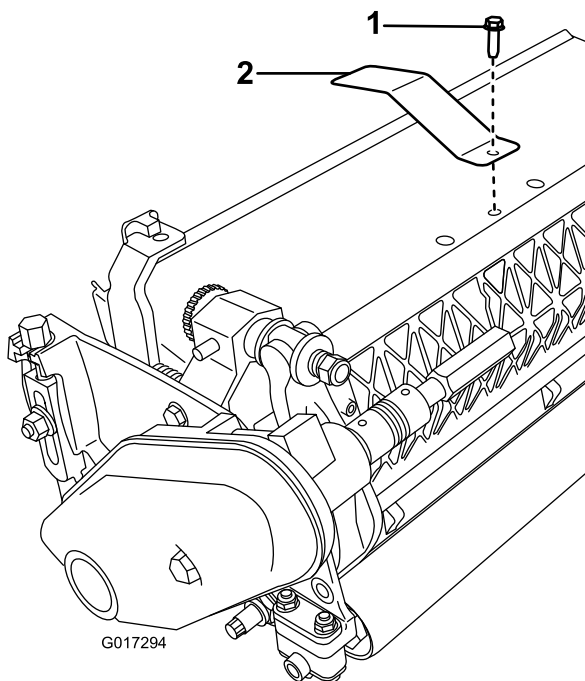

Figura 4
1. Rimuovete il bullone centrale del carter dell'erba (**Figura 4**).
2. Montate la piastra di misurazione sopra l'elemento di taglio tramite il bullone che avete rimosso in precedenza (**Figura 4**).